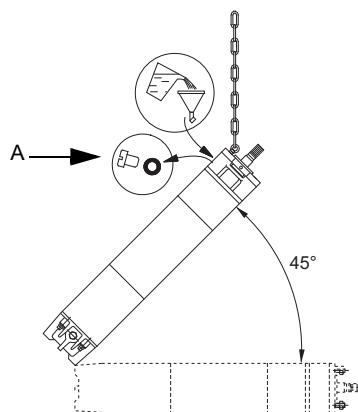

Рис. 4 Положение двигателя при заполнении – MMS
1. Поднимите двигатель, чтобы он был под углом 45°, при этом его верхняя часть должна быть направлена вверх (рис. 4).